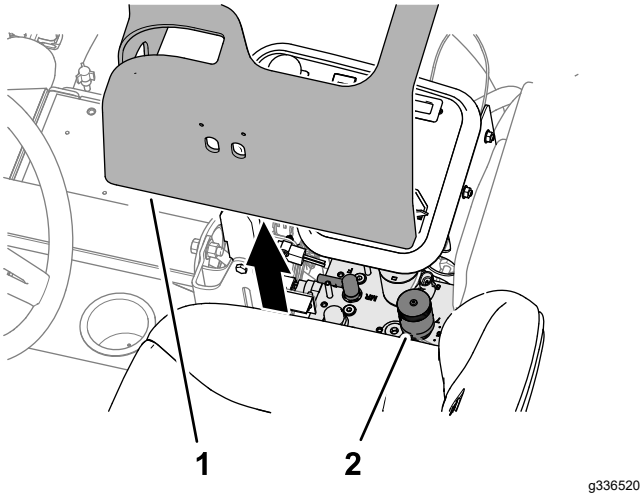

Bild 46
2. Heben Sie die Abdeckung vom Steuerarm ab (Bild 46).